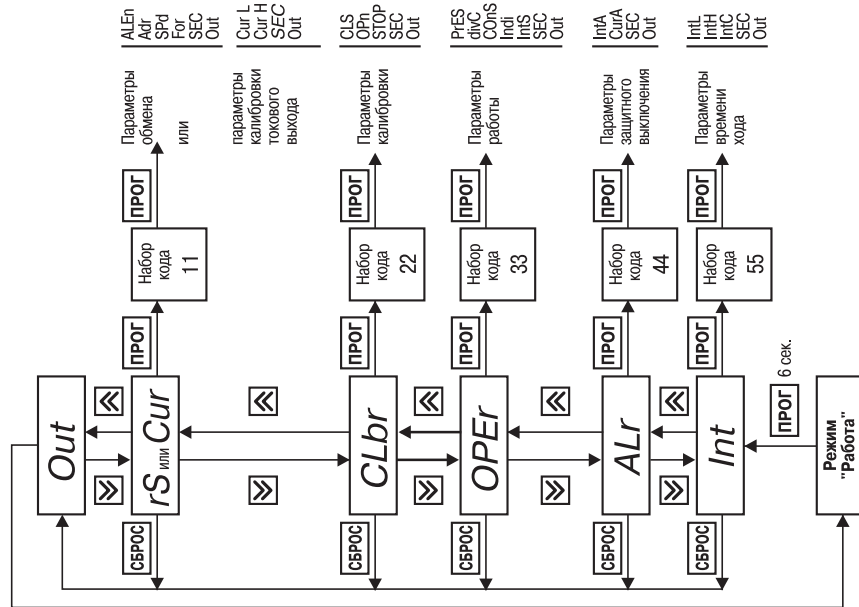

Рис. 15
6.2.2.2. Для входа в режим ПРОГРАММИРОВАНИЕ следует нажать и удерживать кнопку . На цифровом индикаторе появится название первой группы параметров «**Lnk**» (рис. 15).